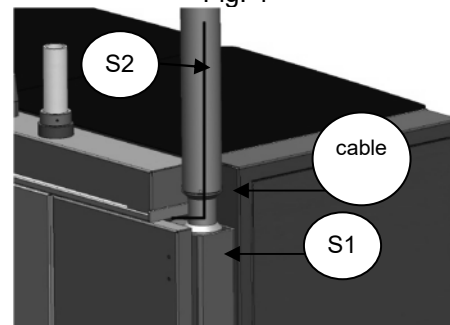

Fig. 6
8. Roscar el cono de sujeción **S1** al tubo columna **S2** (Fig.6)